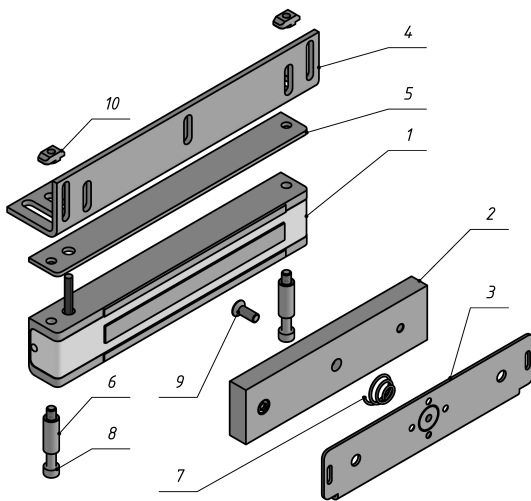

Рисунок 1 – Комплект поставки замка ALM-400FP
4.6 Винт крепления якоря (поз.9 рис.1) необходимо затянуть с усилием, достаточным для исключения его отворачивания в процессе эксплуатации. Рекомендуется ставить винт на стопорящий герметик типа «Анатерм» или на нитролакскую НЦ.